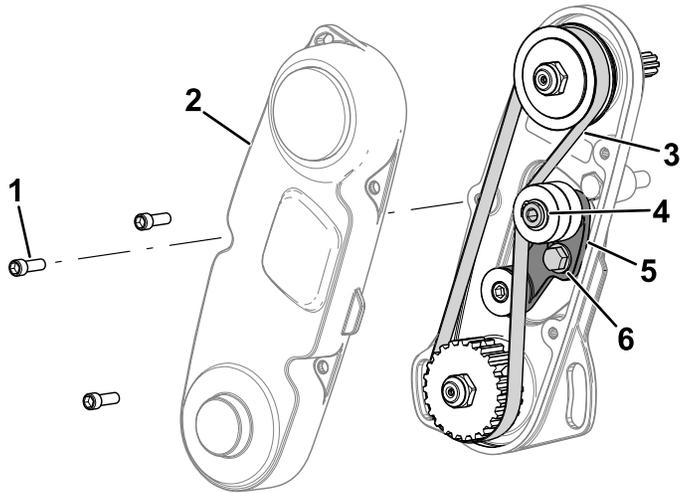

Figura 4
3. Retire la cubierta de la correa para tener acceso a la correa (Figura 4).
4. Afloje el perno del brazo tensor y gire el brazo tensor (Figura 4) para aliviar la tensión de la correa.
5. Retire la correa (ilustrada en la Figura 4).
6. Instale la correa y ténsela aplicando una fuerza de 6–7 N·m (55–60 pulgadas-libra) a la cabeza hexagonal interna del brazo tensor, como se muestra en la Figura 4.